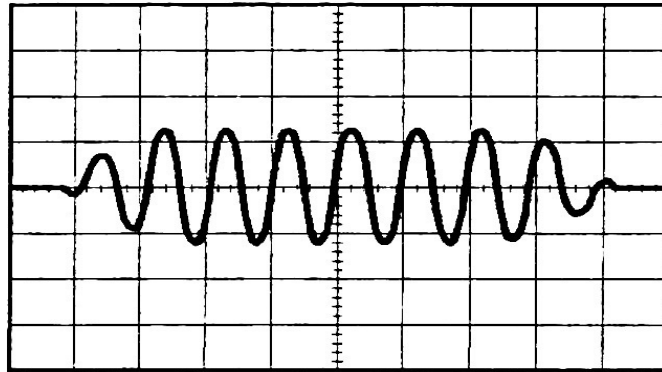

Fig.95.-Detalle de la señal amplificada.
- La señal medida es como aparece en la fig. 95.